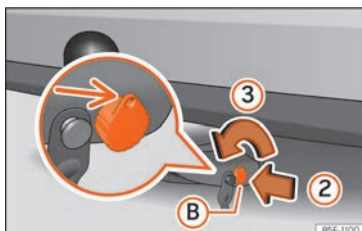

Fig. 272 Desbloquear cerradura
- Introduzca la llave **(B)** en la cerradura en sentido de la flecha **(2)** » fig. 272.